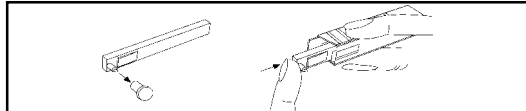

Figure 4 - Installation des plumes
2. Enlevez les capots des plumes et placez les sur les supports prévus à cet effet près des lampes d'éclairage. Installez les plumes comme indiqué Figure 4. La plume bleue est prévue pour le porte-plume humidité et la plume rouge pour le porte-plume température.